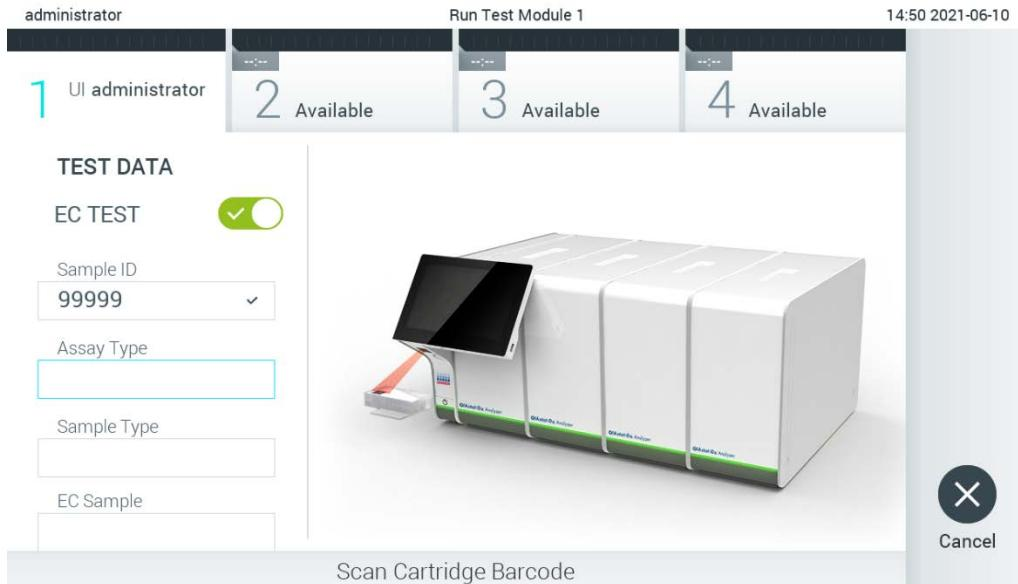

Figura 89. Scanarea codului de bare al cartușului de test QIAstat-Dx.
4. Atunci când vi se solicită acest lucru, scanăți codul de bare al cartușului de test QIAstat-Dx pe care îl veți folosi. QIAstat-Dx Analyzer 1.0 recunoaște automat testul care trebuie rulat, în funcție de codul de bare al cartușului de test QIAstat-Dx (Figura 89, pagina următoare).